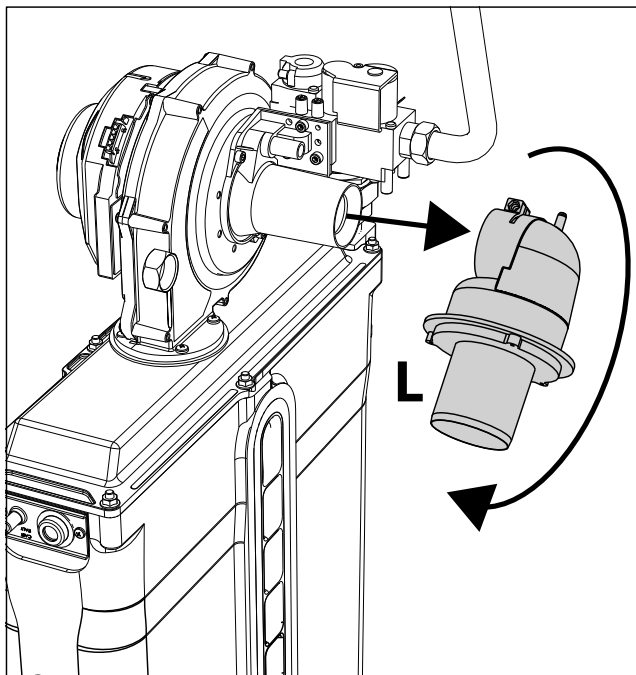

fig. 80
4. Ruotare e sfilare il silenziatore "L" (vedi fig. 80).